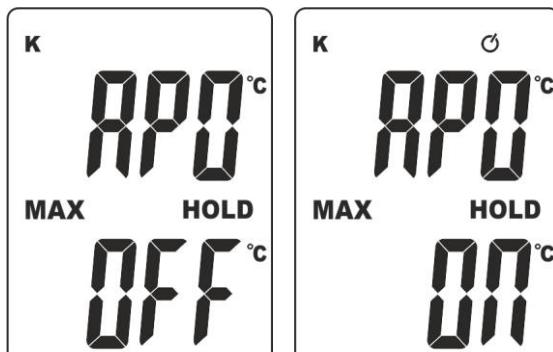

Fig. 4: Desativação/ativação do Desligar Automático
- Premir durante algum tempo (>1s) o botão **ON/OFF**. A mensagem "APO OFF" aparece no display durante uns instantes (ver Fig. 4 – parte esquerda) e o símbolo "⌚" desaparece do display.
- Repetir as mesmas operações dos pontos 1 e 2 para ativar a função com a mensagem "APO ON" no display (ver Fig. 4 – parte direita) ou desligar e voltar a ligar o instrumento para a reativar automaticamente